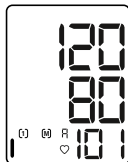

Fig. 1
- Depois de seleccionar a memória do utilizador em questão, o visor apresenta primeiro o símbolo [1] ou [2] correspondente e um  $\bar{A}$ . O valor médio de todos os dados guardados na memória do utilizador em questão é apresentado (ver Fig. 1).